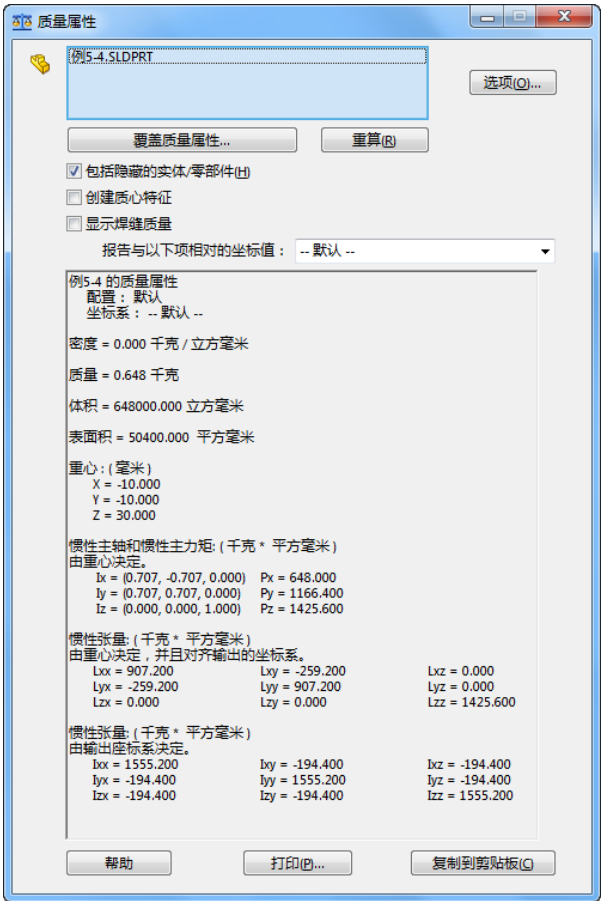
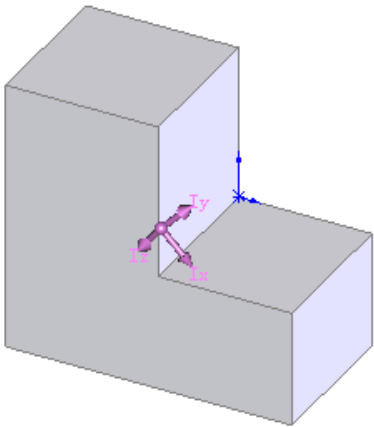

图 5-6 “质量属性”对话框
图 5-7 显示主轴和质量中心的视图
**02** 执行质量属性命令。在菜单栏中选择“工具”→“质量属性”命令，或者单击“工具”工具栏中的“质量属性”图标按钮，此时系统弹出如图 5-6 所示的“质量属性”对话框。在对话框中会自动计算出该模型实体的质量、体积、表面积与惯性矩等，模型实体的主轴和质量中心则显示在视图中，如图 5-7 所示。